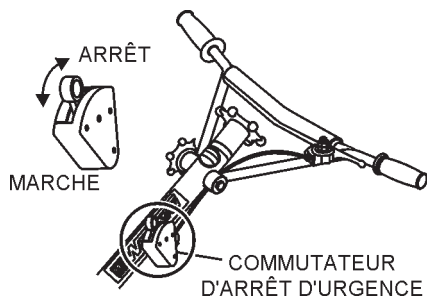

Figure 23. Commutateur d'arrêt d'urgence centrifuge
- Placez le **commutateur d'arrêt d'urgence centrifuge** (Figure 23) sur position **ON** (Marche).
- Avec le moteur au ralenti, placez le levier du commutateur d'arrêt d'urgence sur position **OFF** (Arrêt) (Figure 23). Le moteur doit s'arrêter.